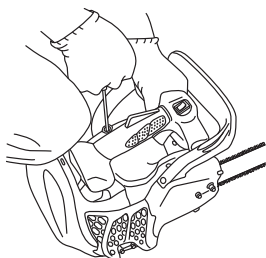

Fig. 12
5. Tirer de nouveau vivement sur le starter à recul de la manière indiquée précédemment. (Fig. 12)